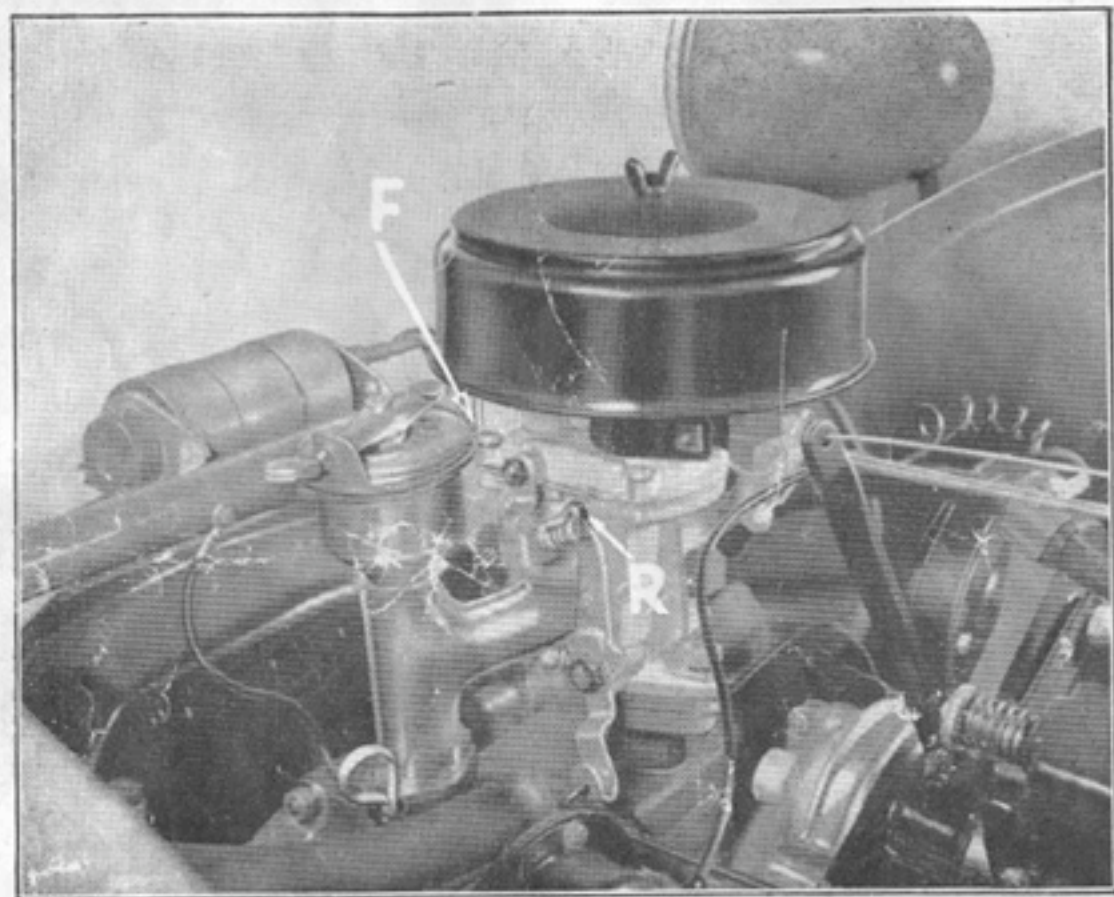

Fig. 9. FÖRGASARE OCH LUFTFILTER (sett från vänster.)
Fig. 9 visar de punkter, som Ni i nödfall kan rengöra,
A. Vid bensinledningens anslutning till förgasaren (F, fig. 9) finns ett filter av tunn metallduk. Detta kan med tiden sättas igen av föroreningar i bensinen men är ytterst oäkelt att rengöra.